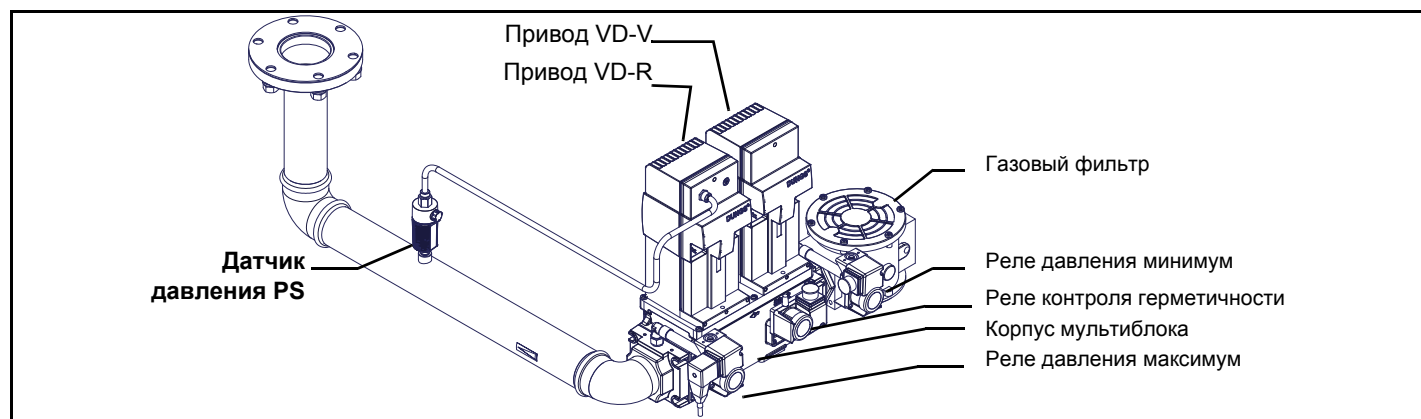

Рис. 15 - Пример газовой рампы
ВНИМАНИЕ: после монтажа газовой ramпы согласно схеме на Рис. 15, необходимо провести тестирование на герметичность газового контура, согласно требований действующих нормативов.
- 1 - б) при фланцевых соединениях: между соседними компонентами устанавливать прокладку (1A..1E - Рис. 15), совместимую с используемым газом,
ВНИМАНИЕ: после монтажа газовой рампы согласно схеме на Рис. 15, необходимо провести тестирование на герметичность газового контура, согласно требований действующих нормативов.